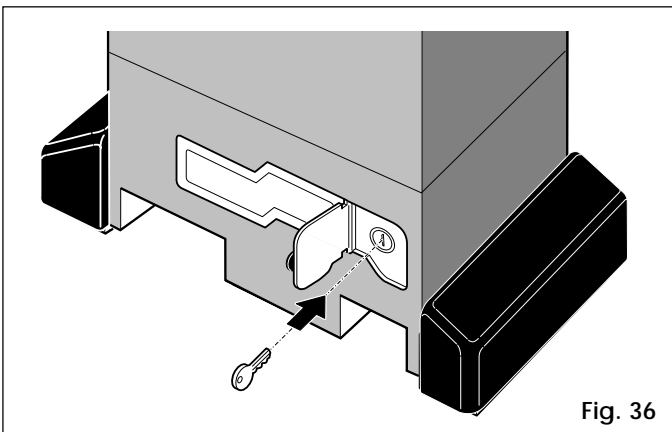

Fig. 36
- 1) Abrir la tapa de protección y poner la correspondiente llave de serie en la cerradura (Fig. 36).